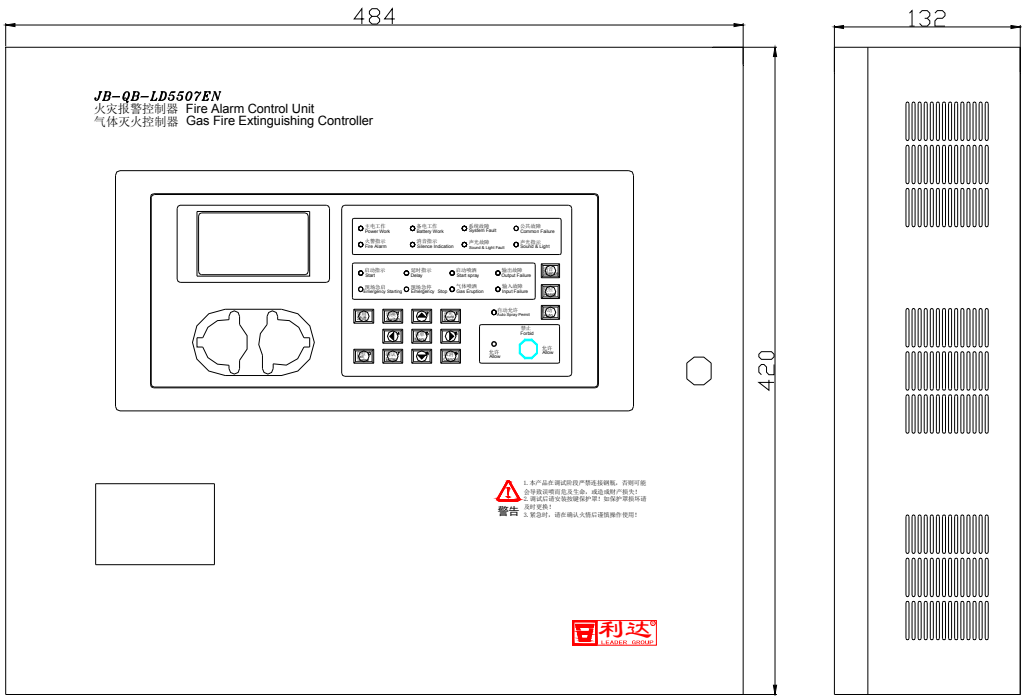

图 3-1
3.1.1 外形尺寸：420mm×484mm×132mm，如图 3-1